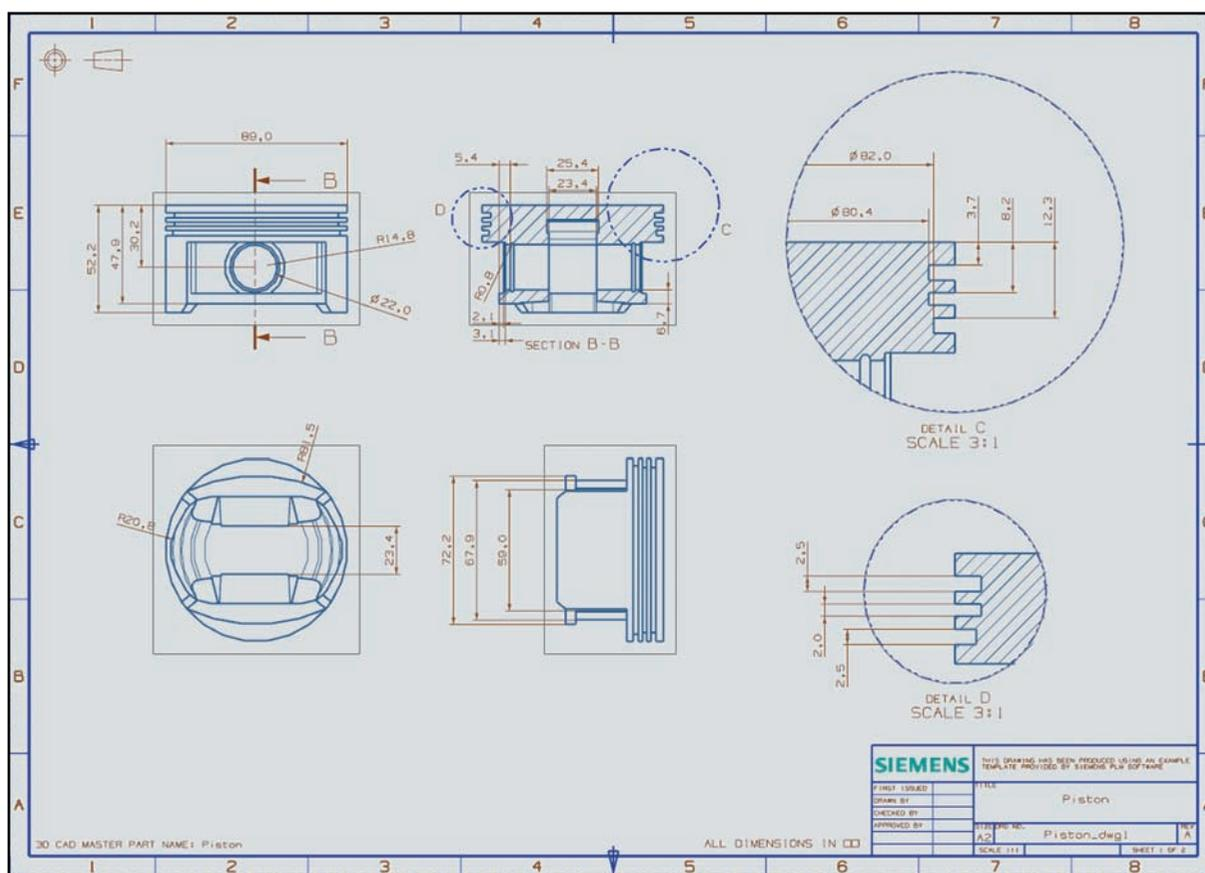

Рисунок 10.29 Чертёж поршня
- Запустите NX7.5 и из папки *ch10/Step5* откройте файл *Piston_dwg1.prt*. Откроется чертёж, созданный на основе модели поршня. На данном этапе никаких действий в самом чертеже производить не требуется, так как он соответствует текущему состоянию 3D модели. Все, что нам необходимо сделать - это связать шаблон 3D модели поршня с чертежом. Это мы сделаем в последующих шагах (рис. 10.29).